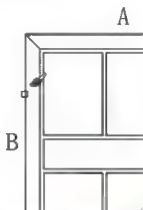

图 2.70 利用【特性匹配】换图层
(1) 单击【标准】工具栏上的【特性匹配】图标或选择菜单栏中的【修改】|【特性匹配】命令,启动【特性匹配】命令。
(2) 在选择源对象:提示下,选择已经被换到【室外】层上的A线。此时A线变虚并且光标变成“刷子”形状,如图2.70所示。